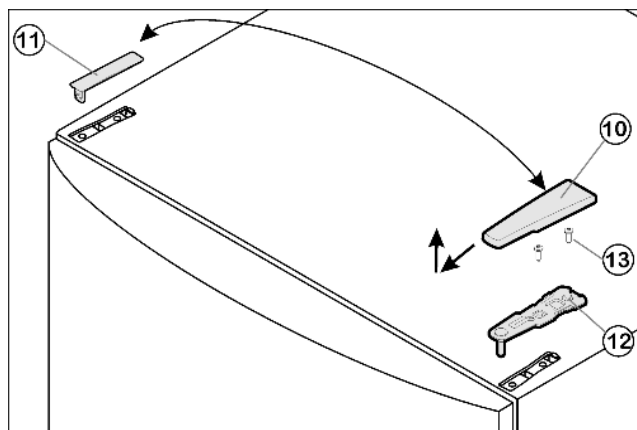

Fig. 4
- ▶ Крышку Fig. 4 (10) снимите движением вперед и вверх.
- ▶ Снимите крышку Fig. 4 (11).
- ▶ Открутите верхний опорный кронштейн Fig. 4 (12) (2 шт. Torx 25) Fig. 4 (13) и вытяните вверх.
- ▶ Установите верхний опорный кронштейн Fig. 4 (12) на новой стороне шарнира и защелкните в дверце.
- ▶ Прикрутите верхний опорный кронштейн *Fig. 4 (12)* (с моментом **4 Нм**) (2 шт. Torx 25) *Fig. 4 (13)*. При необходимости проделайте отверстия или используйте аккумуляторную отвертку.
- ▶ Защёлкните крышку *Fig. 4 (10)* и крышку *Fig. 4 (11)* на противоположной стороне.